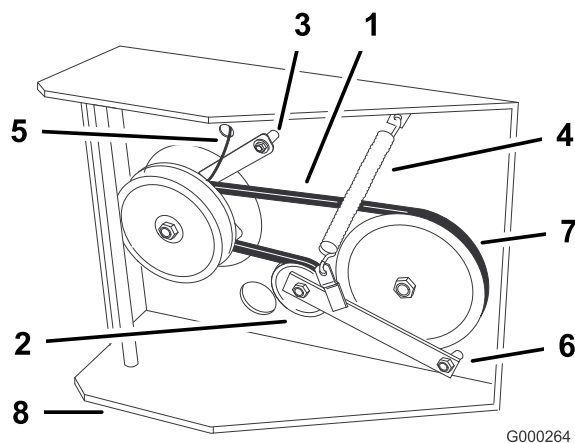

Figura 43
7. Scollegate il fermo frizione dalla scocca del motore (Figura 43).
8. Sganciate la molla di tensione dal lato del telaio (Figura 43).
12. Montate la molla di tensione tra il braccio di rinvio e la staffa del telaio (Figura 43).
13. Montate il fermo frizione sulla scocca del motore (Figura 43).